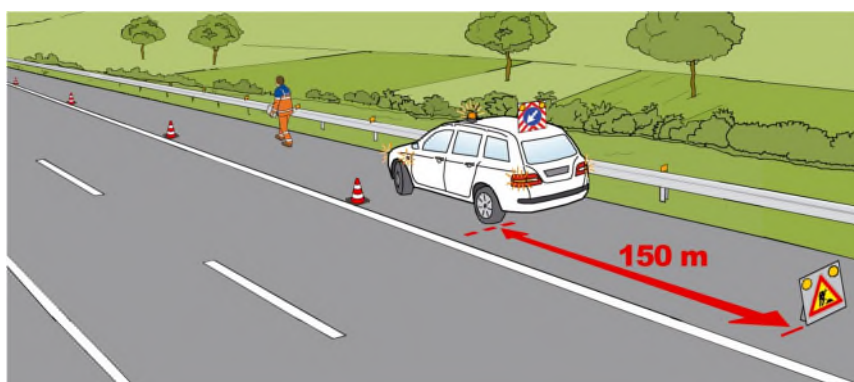

Figura 16 – Fermata del veicolo in corsia di emergenza
2. Appoggiare sul retro del veicolo in posizione ben visibile (possibilmente sul tetto del veicolo) il pannello in dotazione (con appoggi magnetici) "passaggio obbligatorio per veicoli operativi" (come da Figura 16);